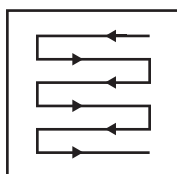

Fig. 21
5. Tondre en suivant des rangées qui se chevauchent légèrement. Le modèle le plus efficace pour tondre les pelouses est la ligne droite parallèle à l'une des bordures. Cela permet de tondre la pelouse en rangées régulières et garantit qu'aucun endroit de la pelouse n'a été oublié (Fig. 21).
8. Vider le bac de ramassage (25) régulièrement.